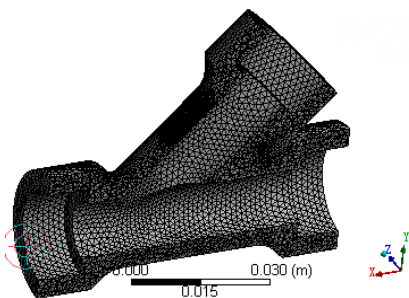

图 3-70 网格效果
- 步骤 05** 保留剖切截面激活状态的视图, 再次执行 ⚡ Generate Mesh 命令生成网格, 此时在厚度方向增加了多个单元并且网格数量大大增加, 网格效果如图 3-70 所示。